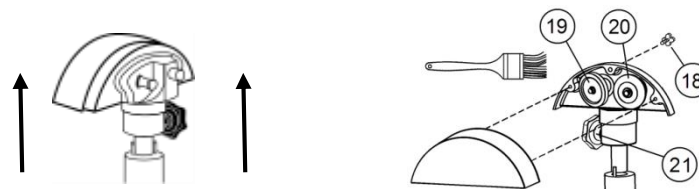

FIG 10. PASOS PARA DESENSAMBLAR EL AFILADOR
1. Para remover el sub-ensamble del afilador (13), aflojando la perilla del afilador (21) y jale hacia arriba el sub-ensamble del afilador (Fig. 10)